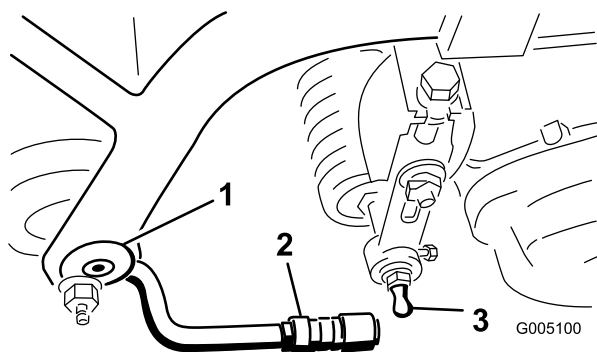

Figura 8
2. Montate una rondella ed un prigioniero a sfera su ciascun lato del rullo anteriore degli apparati di taglio (Figura 8).
4. Fate scorrere indietro il manicotto sul giunto sferico e ruotate il braccio di traino verso il basso in modo che l'attacco si agganci sul prigioniero a sfera. Rilasciate il manicotto in modo che scorra sul prigioniero e blocchi l'intero gruppo (Figura 8).